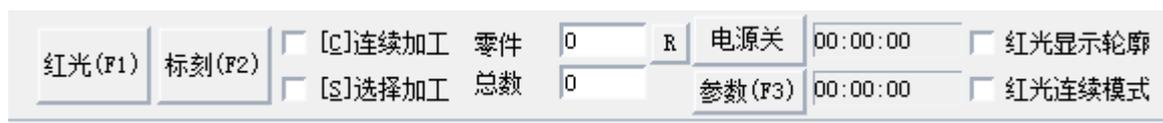

图 10-33
**激光电源输出口:** 此端口可以用来控制激光电源的通断, 设置此端口后会在软件界面“参数”上方显示一个“电源”开关按钮, 如图 10-33 所示